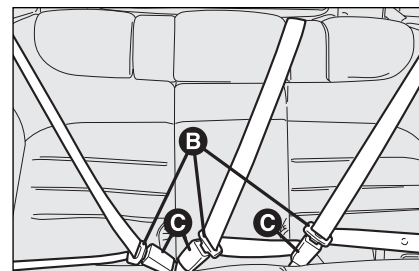

fig. 100
- ☐ para as versões com banco traseiro não de correr, antes de efectuar a inclinação do encosto, enganchar as linguetas **B-fig. 100** dos cintos de segurança nos adequados ramos da fivela **C**;